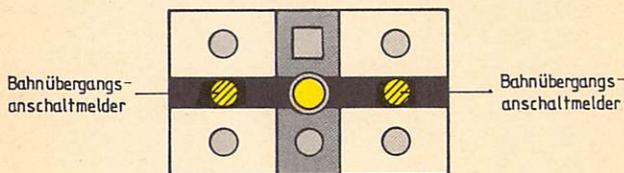

Bild 34
- (6) Zeigen nach dem Ausschalten der BÜ-Sicherungseinrichtung die Bahnübergangsanschaltmelder aller Gleisbildtischfelder gelbes Blinklicht (vgl. Bild 34) und ertönt der Störungswecker, so liegt eine Störung in der BÜ-Sicherungseinrichtung vor.